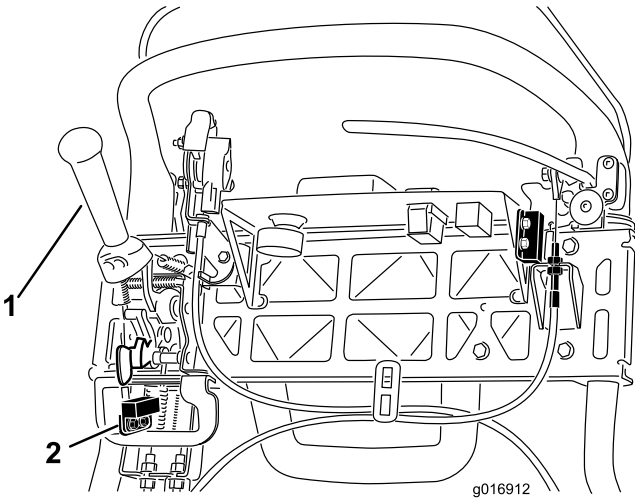

图37
- 4. 松开联锁开关紧固件(图37)。
- 5. 在牵引杆与联锁开关之间放入 0.062 英寸（1.6 毫米）厚的塞尺(图37)。